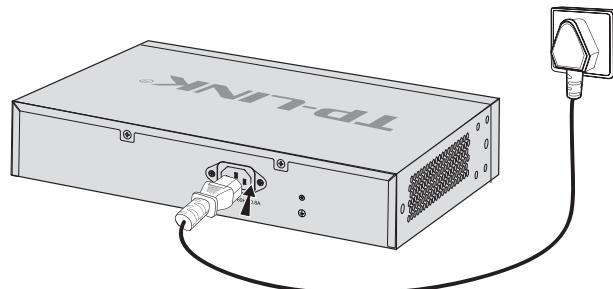

图3-3 电源线连接示意图
2. 使用交换机原装电源线连接交换机与电源插座，如**图3-3**所示。